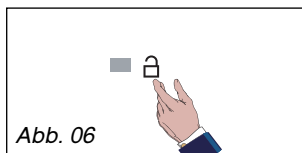

Abb. 06
– **Verriegelung:** Auf das Symbol  drücken (Abb. 06); es ertönt ein Signalton. Den Finger ungefähr 3 Sekunden gedrückt halten: er ertönen 2 Signaltöne und die Leuchtanzeige geht an.
– **Freigabe:** 3 Sekunden lang auf die Taste  drücken (Abb. 06) drücken.